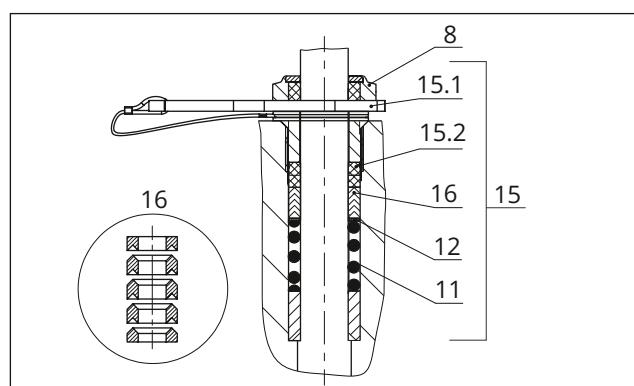

Рис. 31: Сальник ADSEAL
4. Вставьте красную промежуточную шайбу (15.1) между резьбовой втулкой (8) и кольцом-фиксатором, см. Рис. 31.
13. Установите фланец (2) на корпус.
14. Аккуратно продвиньте детали сальниковой набивки при помощи соответствующего инструмента по штоку плунжера в уплотнительное пространство. Следите за правильным расположением компонентов, см. Рис. 30 и Рис. 31.
15. Плотно вставьте плунжер (5) в седло (4). При этом закрепите фланец (2) с помощью гаек корпуса (14). Последовательно затяните гайки крест-накрест. Соблюдайте моменты затяжки.
16. Вверните и затяните резьбовую втулку (8). Соблюдайте моменты затяжки.
17. Навинтите, не закрепляя, контргайку (10) и соединительную муфту (9) на шток плунжера.